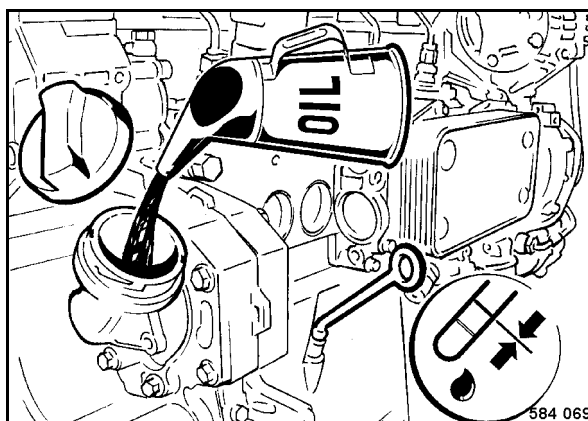

Fig. 90
- Extraer la varilla de medición de aceite (Fig. 90), limpiarla con un paño limpio y libre de hilachas e introducirla hasta el tope.